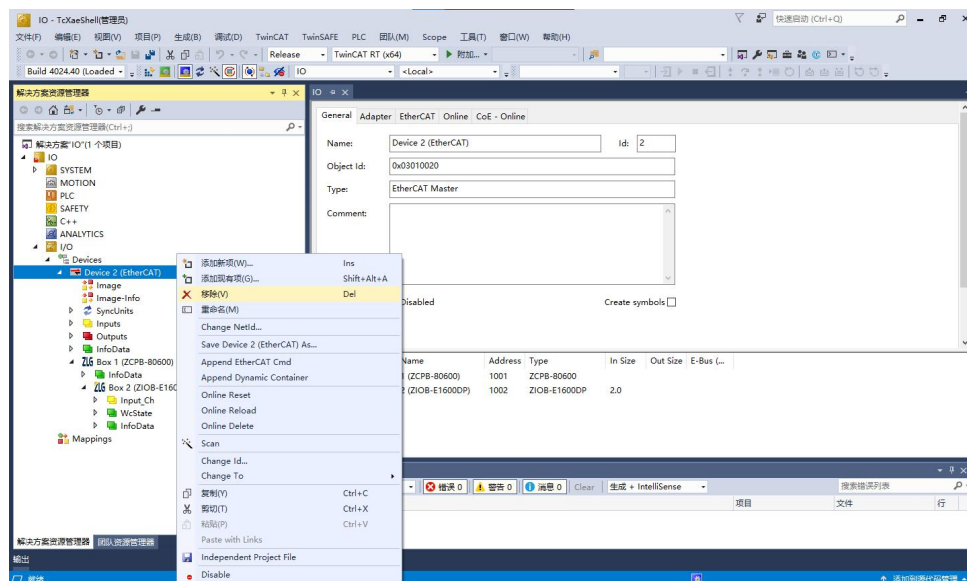

图 4.7 移除设备
(7) EEPROM 更新完成后，右击“解决方案资源管理器”窗口的“Device 2(EtherCAT)”移除扫描到的设备后，再以步骤（5）重新扫描。移除设备操作如图 4.7 所示。